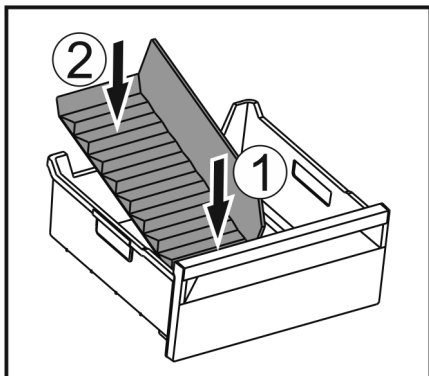

Fig. 150
- ▶ Установите переднюю часть разделителя отделения для льда. Fig. 150 (1)
- ▶ Опустите заднюю часть разделителя отделения для льда на дно выдвижного ящика. Fig. 150 (2)